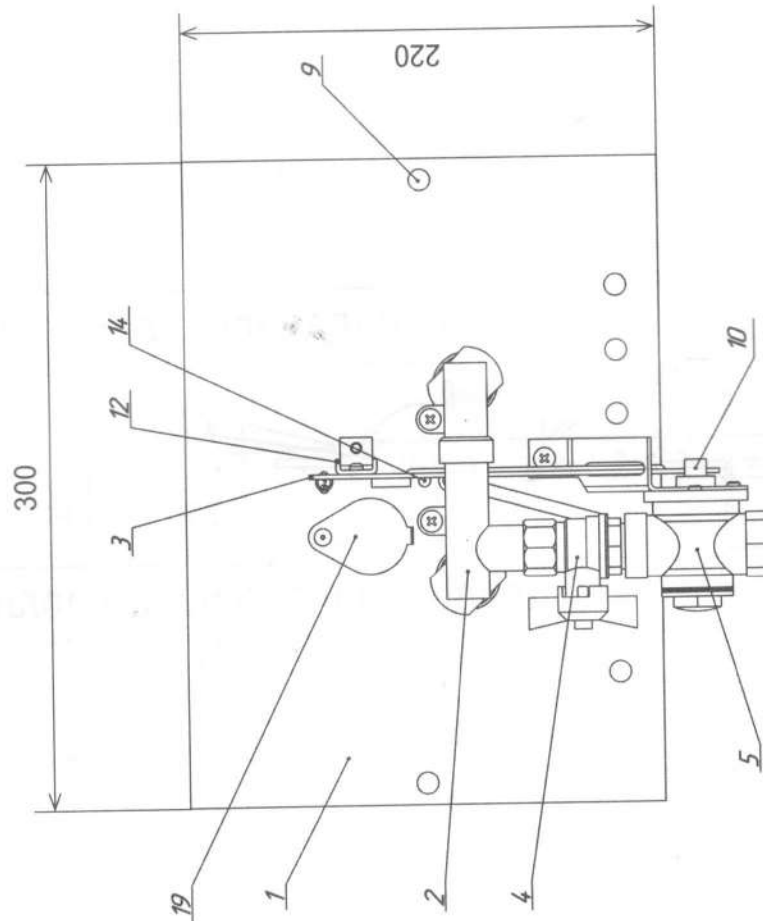

Рисунок 1 ИГН 9, 16, 22 – П-Н
Газогорелочное устройство (рис. 1,2,3,4) состоит из насадок и автоматики горения и безопасности, расположенной на фронтальном щитке в сборе с отбойником (1).